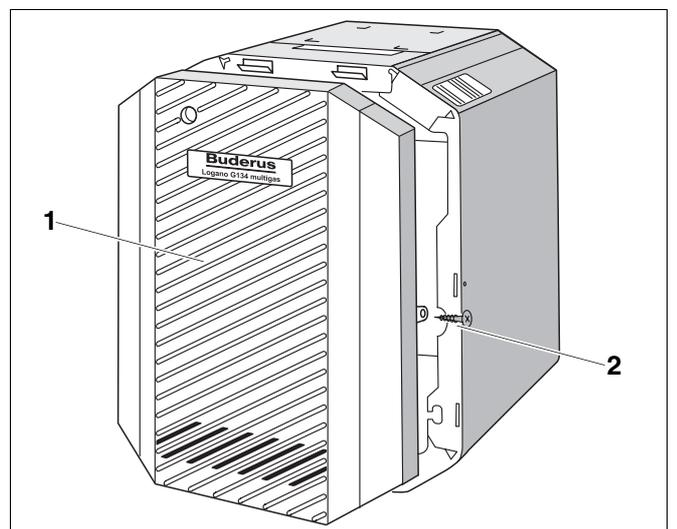

Abb. 32 Kesselvorderwand montieren
- Kesselvorderwand (Abb. 32, **Pos. 1**) anheben und vorne einhängen.
- Sicherungsschrauben (Abb. 32, **Pos. 2**) links und rechts in die Seitenwände eindrehen.